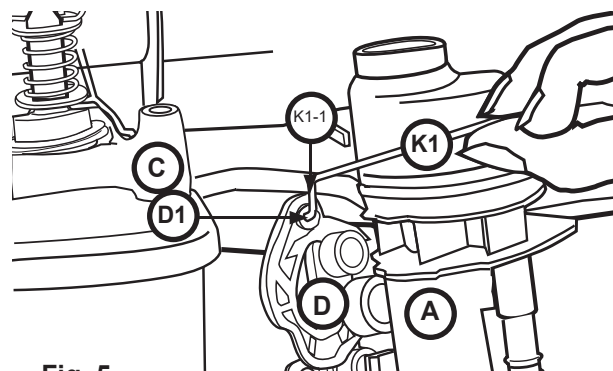

Fig. 5
5. Disconnect OLD **K1-1** from **D1**. Discard OLD **K1** (Fig. 5).
1. Connect NEW **K1-1** to **D1** (Fig. 5).
5. Débranchez l'ANCIEN **K1-1** de **D1**. Jetez l'ANCIEN **K1** (Fig. 5).
1. Raccordez le NOUVEAU **K1-1** à **D1** (Fig. 5).
5. Desconectar **K1-1** (ANTIGUO) de **D1**. Desechar **K1** ANTIGUA (Fig. 5).
1. Conectar el NUEVO **K1-1** en **D1** (Fig. 5).